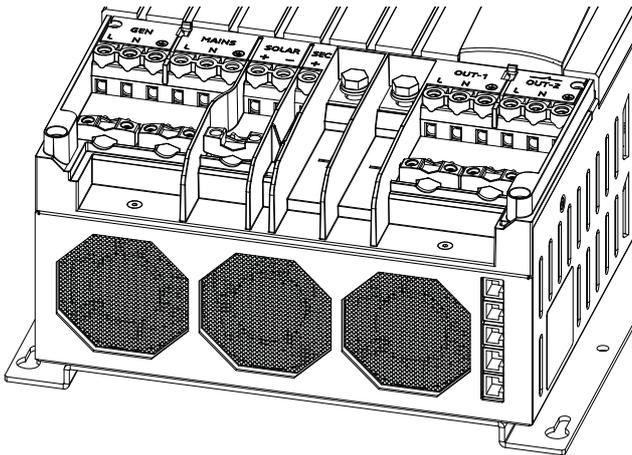

Figura 5-3: Pannello anteriore rimosso.
- 2 Sollevare il pannello di rivestimento anteriore dal mobile; cfr. figura 5-3.